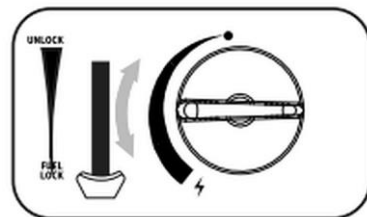

Рис. 10
3. После того, как горелка зажжена, установить поворотный регулятор (17) в нужное положение. (Рис. 10)